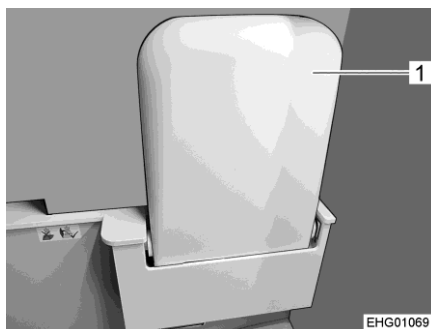

Fig. 108 Lavabo (rabattu vers le haut)
- Rabattre vers le haut :* ■ Saisir le lavabo (Fig. 108,1) par son rebord et le faire pivoter vers le haut vers la paroi jusqu'à ce qu'il soit fixé magnétiquement.